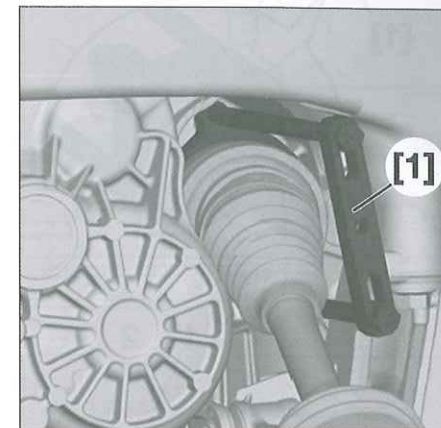

Fig. 4
- Con el útil [1] y el extractor de inercia [2] desmontar la transmisión del eje de salida de la caja de velocidades (Fig.4).